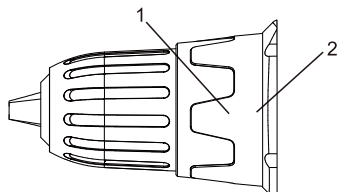
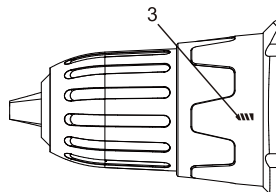

Fig. 4
Fig. 5
1. Repérez les paramètres de couple situés sur la bague de réglage du couple (1) (figure 4).
2. Faites tourner la bague de réglage jusqu'à ce que le chiffre correspondant au couple voulu soit aligné avec la flèche indicatrice (2). Consultez les données ci-dessous pour connaître les réglages de couple appropriés :
- Pour le perçage. Cette position est marquée d'un symbole de foret (3)  sur la bague de réglage du couple (figure 5).